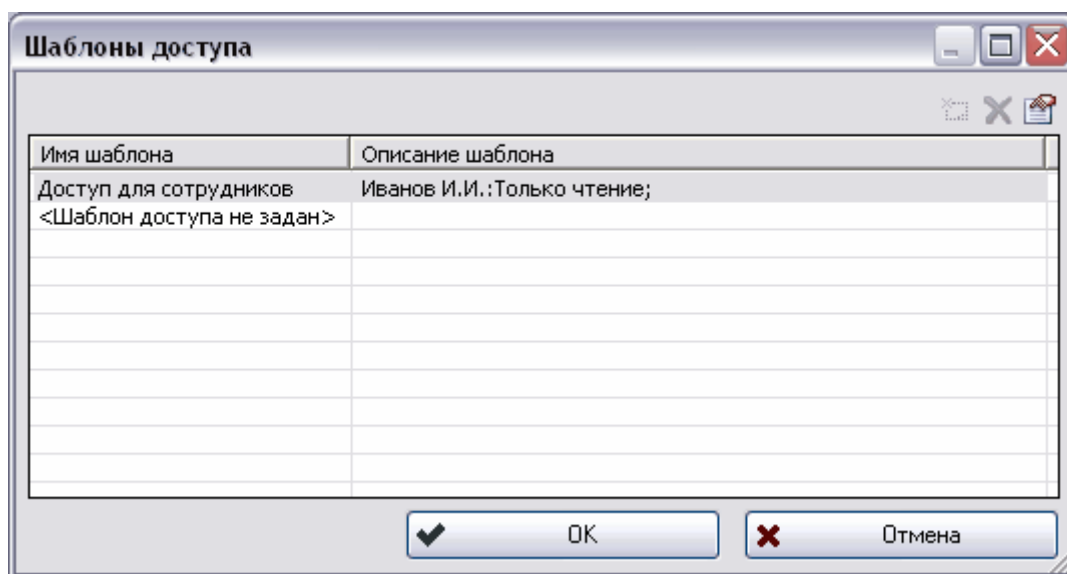

Рис. 30 Шаблоны доступа
2. В появившемся окне **Шаблоны доступа** (Рис. 30) выберите шаблон доступа и нажмите на кнопку **Ок**. Для просмотра свойств шаблона доступа выберите его и нажмите на кнопку .